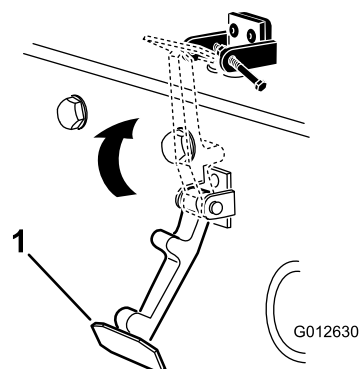

Figura 5
7. Prenda o trinco no suporte do trinco do capot (Figura 5).